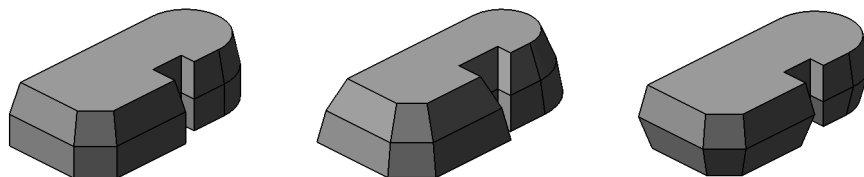

Рис. 96.4. Выдавливание в двух направлениях с различными параметрами уклона
- ▼ При выдавливании в двух направлениях указанные параметры требуется ввести дважды — и для прямого, и для обратного направления (рис. 96.4).